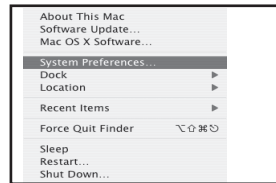

Abb. 10
2. Um den Studio GT als Audioeingang des Computers zu wählen, öffnen Sie die Systemeinstellung mit dem Dock oder Apple-Hauptmenü (Abb. 10).